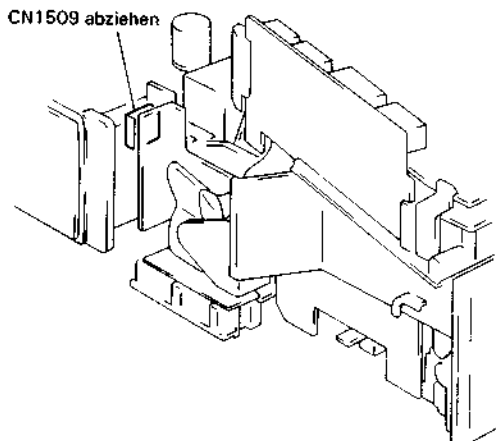

Abb. 2.27 Ausbau der Verdrahtungs-Leiterplatte
4. Den Stecker CN1509 abziehen (siehe Abb. 2.27).